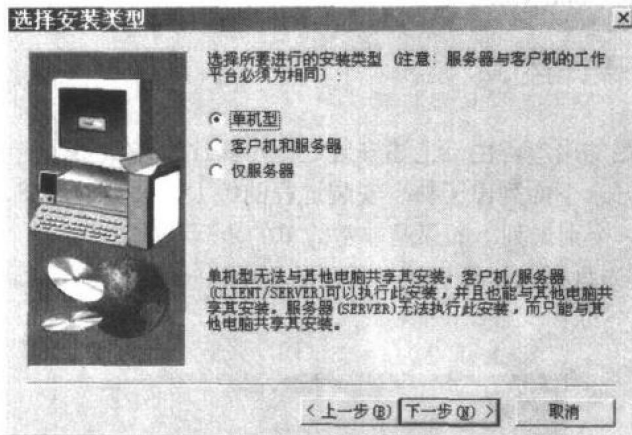

图 1-5 SolidWorks 安装第三步
(3) 选择安装类型，一般选“单机型”，如图 1-5 所示。